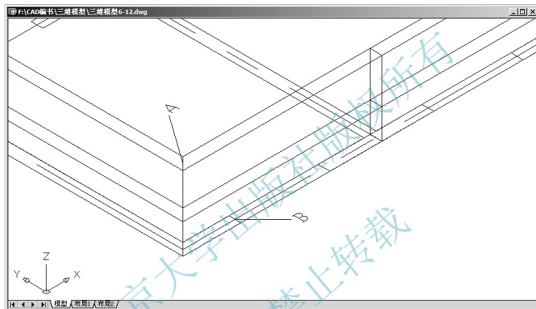

图 6.13 多段线起点和终点的位置
(1) 修改 ELEV 值。
① 在命令行输入“ELEV”后按 Enter 键。
② 在指定新的默认标高 <0.0000>: 提示下, 按 Enter 键, 表示当前高程为“0”, 即多段线的起点设在 XY 平面上。
③ 在指定新的默认厚度 <0.0000>: 提示下, 输入“1800”, 表示当前厚度为“1800”, 即窗间墙的高度。
(2) 在命令行输入“PL”后按 Enter 键, 启动绘制多段线命令。
① 在指定起点: 提示下, 捕捉如图 6.13 中所示的 A 点作为多段线的起点。由于当前线宽为“240”, 所以不需修改线的宽度。
② 在指定下一点或 [圆弧 (A)/ 闭合 (C)/ 半宽 (H)/ 长度 (L)/ 放弃 (U)/ 宽度 (W)]: 提示下, 捕捉如图 6.13 中所示的 B 点作为多段线的终点, 按 Enter 键结束命令, 结果如图 6.14 所示。